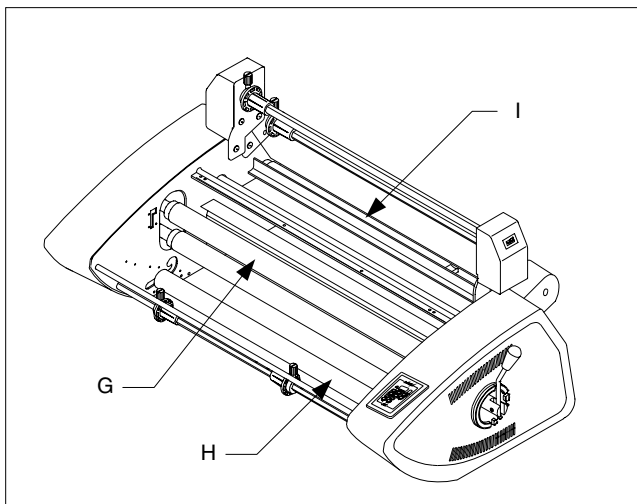

Fig. 4
**G. HEAT ROLLERS:** Silicone rubber coated steel tubes heat the laminating film and compress the heated film to the items being laminated. Heat is provided by an internal heating element. The heat rollers are motor driven for ease of loading new film (Figure 4).
**H. IDLER BAR:** The idler bars, located near each supply roll, are used to direct the film to the heat rollers. The bottom Idler Bar is movable to ease film loading (Figure 4).
**I. PULL ROLLERS:** The pull rollers, located at the back of the laminator, are motor driven. They simultaneously pull the film and improve the quality of the laminated item (Figure 4).
**G. HEISSWALZEN:** Stahlrohre mit Silikon-Gummibelag. Diese erhitzen die Laminierfolie and drücken die heiße Folie auf die zu laminierenden Artikel. Die Hitze wird durch ein eingebautes Heizelement geliefert. Die Heißwalzen werden motorisch angetrieben, womit das Einführen neuer Folien erleichtert wird (Abb. 4).
**H. LEITSTANGE:** Mit den Leitstangen, die sich in der Nähe der Spulen befinden, wird die Folie zu den Heißwalzen geleitet. Die untere Leitstange ist beweglich, womit das Einführen neuer Folien erleichtert wird (Abb. 4).
**I. ZUGWALZEN:** Die Zugwalzen auf der Rückseite des Laminiergeräts werden motorisch angetrieben. Sie dienen dazu, die Folie zu ziehen und gleichzeitig die Qualität des laminierten Artikels zu verbessern (Abb. 4).
**G. WARMTEROLLERS:** Dit zijn stalen buizen met een coating van siliconenrubber, die de lamineerfilm verhitten en deze tegen de te lamineren documenten drukken. De warmte wordt geleverd door een intern verwarmingselement. De warmerollers worden aangedreven door een motor, zodat invoeren van nieuwe film eenvoudig is (zie afb. 4).
**H. VRIJLOOPROL:** De vrijlooprollen die zich bij de toevoerrollen bevinden, worden gebruikt om de film naar de warmerollers te leiden. De onderste vrijlooprol is uitneembaar om het laden van de film te vergemakkelijken (zie afb. 4).
**I. TREKROLLERS:** De trekrollers, die zich aan de achterzijde van de laminator bevinden, worden door een motor aangedreven. Ze zorgen er voor dat de film door het apparaat wordt getrokken en de kwaliteit van het gelamineerde document wordt verbeterd (zie afb. 4).
**G. ROULEAUX CHAUFFANTS:** tubes en acier recouverts de caoutchouc siliconé, utilisés pour chauffer le film de plastification et le faire adhérer par pression sur les documents à plastifier. La chaleur est dégagée par un élément chauffant interne. Les rouleaux chauffants sont actionnés par un moteur pour faciliter le chargement de nouvelles bobines (Figure 4).
**H. BARRES DE TRANSFERT:** Ces barres de transfert, situées près de chaque rouleau d'alimentation, permettent de diriger le film vers les rouleaux chauffants. La barre de transfert inférieure est amovible pour faciliter le chargement des bobines de film (Figure 4).
**I. ROULEAUX D'ENTRAÎNEMENT:** les rouleaux d'entraînement, situés à l'arrière de la plastifieuse, sont actionnés par un moteur. Ils entraînent le film et améliorent la qualité de plastification (Figure 4).